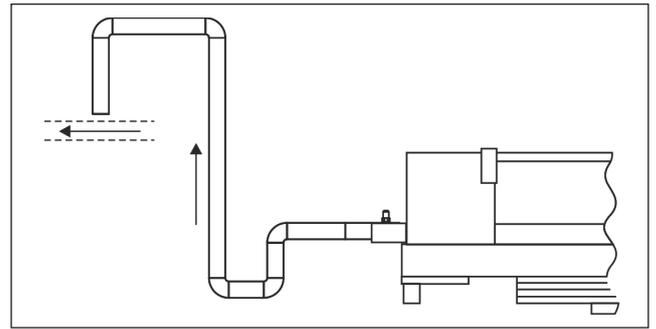

Abb. 11.4
5. Die Saugleitung muss so angeschlossen werden, dass ein freier Ölfluss aus dem Luftkühler in den Kompressor möglich ist. Installieren Sie dazu eine Rohrleitungsschleife am Verdampferaustritt, heben Sie die Rohrleitung vertikal bis zu einer Höhe von 2/3 des Produkts an, installieren Sie eine weitere Schleife im oberen Teil der Rohrleitung und schließen Sie die Leitungen in Übereinstimmung mit der Projektdokumentation an (Abb. 11.4).